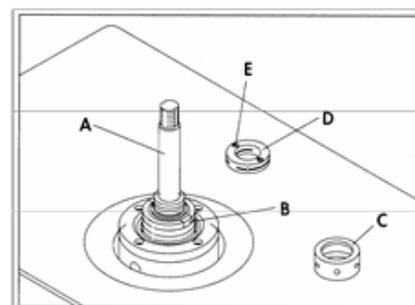

Рис. 3.15
5. Очень осторожно введите шпindel (А) Рис. 3.15 в отверстие главного вала. Убедитесь, что выступ (В) на шпинделе встал в паз, затем зажмите его с помощью гайки (С) и стопорной гайки (D) в обратном направлении.